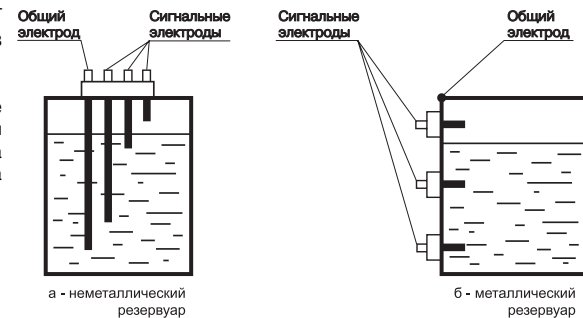

Рис.2
3.1.2. В приборе в качестве датчиков уровня применяются **кондук-тометрические зонды**, которые могут быть использованы для контроля уровня жидкостей, обладающих электропроводностью. Например, растворы кислот и щелочей, расплавленные металлы, вода и водные растворы солей, молоко и т. п. Кондуктометрические зонды простейшей конструкции представляют собой изолированные друг от друга металлические электроды, выполненные из коррозионно-стойких материалов. Один из электродов является **общим** для всех каналов контроля. Он устанавливается в резервуаре так, чтобы рабочая часть электрода находилась в постоянном контакте с жидкостью во всем диапазоне контроля (от нижнего уровня до верхнего включительно). Подключается этот электрод к одному из контактов прибора «Общий» (рис. 2, а).
Примечание. При контроле уровней жидкости в металлическом резервуаре в качестве общего электрода может быть использован корпус резервуара (рис. 2,б).